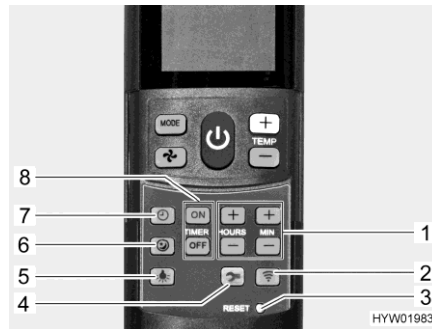

Bild 227 Fernbedienung mit Einstelltasten (Klimaanlage)
**Sanftlauf einschalten:** ■ Taste Sanftlauf (Bild 227,6) drücken. Im Kühlbetrieb läuft das Gebläse dann mit niedriger Drehzahl und deshalb besonders leise.
**Uhrzeit einstellen:** ■ Taste Uhrzeit (Bild 227,7) drücken.
■ Mit den Tasten (Bild 227,1) Stunden und Minuten einstellen.
**Einschaltzeit programmieren:** ■ Taste "ON" (Bild 227,8) drücken.
■ Tasten für die Zeiteinstellung (Bild 227,1) drücken, bis die gewünschte Zeitspanne bis zum Einschalten erreicht ist.
■ Taste "ON" (Bild 227,8) drücken.
**Ausschaltzeit programmieren:** ■ Taste "OFF" (Bild 227,8) drücken.
■ Tasten für die Zeiteinstellung (Bild 227,1) drücken, bis die gewünschte Zeitspanne bis zum Ausschalten erreicht ist.
■ Taste "OFF" (Bild 227,8) drücken.
**Timer deaktivieren:** ■ Taste "ON" oder Taste "OFF" (Bild 227,8) erneut drücken.
**Beleuchtung einschalten:** ■ Taste Licht (Bild 227,5) drücken. Das Licht wird mit der zuletzt eingestellten Dimmstufe eingeschaltet.
**Beleuchtung dimmen:** ■ Taste Licht (Bild 227,5) drücken und gedrückt halten, bis die gewünschte Helligkeit erreicht ist.
**Beleuchtung ausschalten:** ■ Taste Licht (Bild 227,5) drücken.
- ▷ Die Taste Setup (Bild 227,4) dient dazu, die Fernbedienung bei der ersten Inbetriebnahme mit der Klimaanlage zu verbinden.